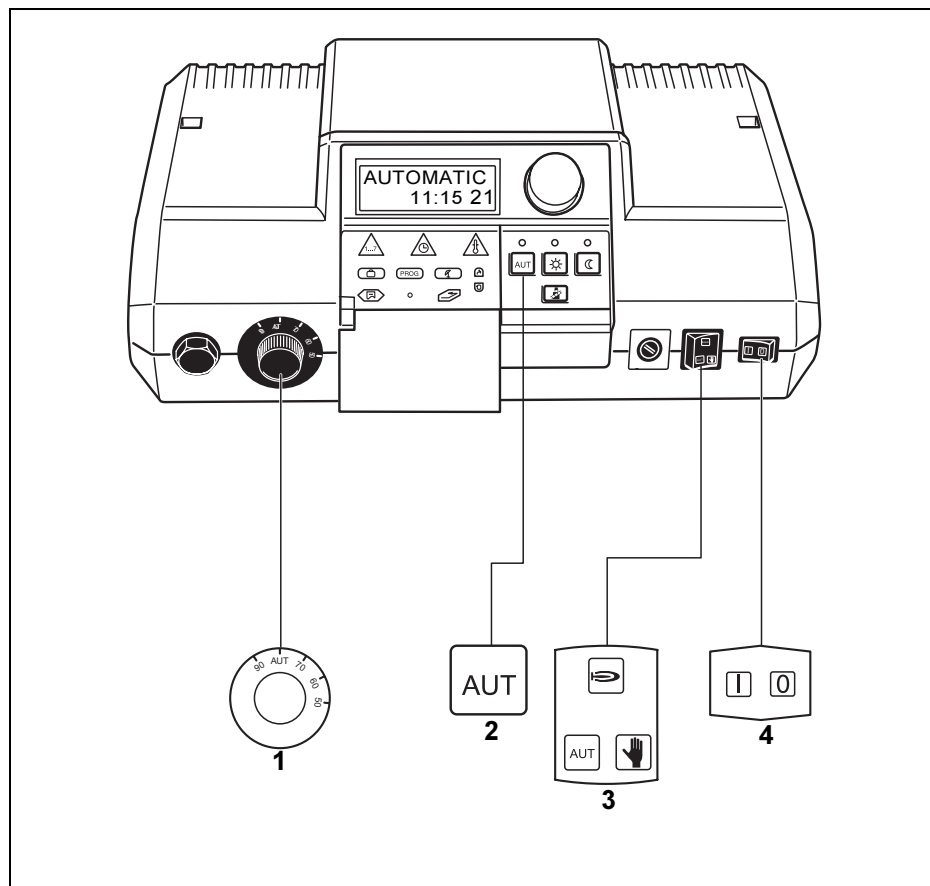

Fig. 8 Taste necesare pentru punerea în funcțiune
- Porniți comutatorul de funcționare al aparatului de reglare " I " (PORNIT) (Fig. 8, **Poz. 4**).
- Poziționați regulatorul temperaturii apei din cazan pe "AUT" (Fig. 8, **Poz. 1**).
- Poziționați comutatorul pentru regimul automat, regimul în caz de avarie, încălzire și apă caldă pe "AUT" (Fig. 8, **Poz. 3**).
- Se apasă tasta "AUT" pentru a porni regimul automat (vezi "Modificarea regimului de funcționare" la pagina 22) conform programatorului (Fig. 8, **Poz. 2**).
Se alege poziția "0" de la comutatorul de funcționare (Fig. 8, **Poz. 4**).